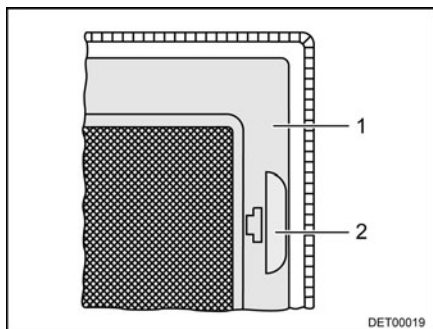

Fig. 57 Protección contra insectos
- Tirar del tirador (Fig. 57,2).
- Plegar hacia abajo la protección contra insectos (Fig. 57,1).
- Plegar hacia arriba la protección contra insectos (Fig. 57,1) hasta que engatille.